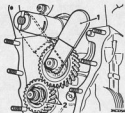

Abb. A.31
11. Werkzeug mit dem Griff gegen die Kurbelwelle in das Zwischenradlager stecken, Abb. A.31.
16. Haltemutterwerkzeug für Räderung auf der gegenüberliegenden Seite der Kurbelwelle anbringen, Abb. A.31.
23. Zwischen-Rad-Axialspiel: Zwischen-Rad am Getriebe montieren (Längere Spindel ins Getriebe), mit nomineller Scheibe aus dem vorhandenen Sortiment auf der Getriebe-Seite des Zwischen-Rades, Abb. A.31.